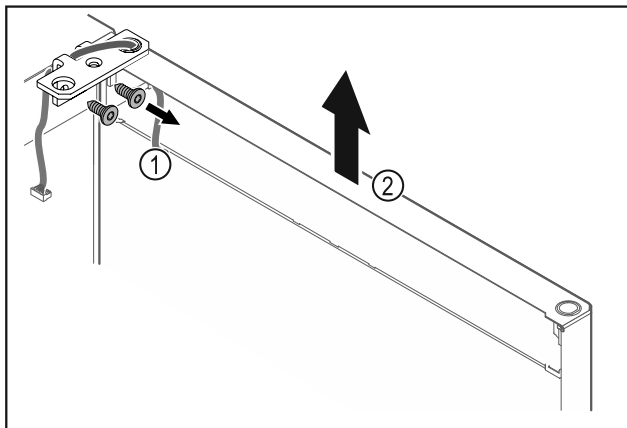

Fig. 25
- ▶ Ξεβιδώστε τη γωνία μεντεσέ Fig. 25 (1).
- ▶ Σηκώστε την πόρτα μαζί με τη γωνία μεντεσέ Fig. 25 (2) περίπου 200 mm ευθεία προς τα επάνω και αφαιρέστε τη.